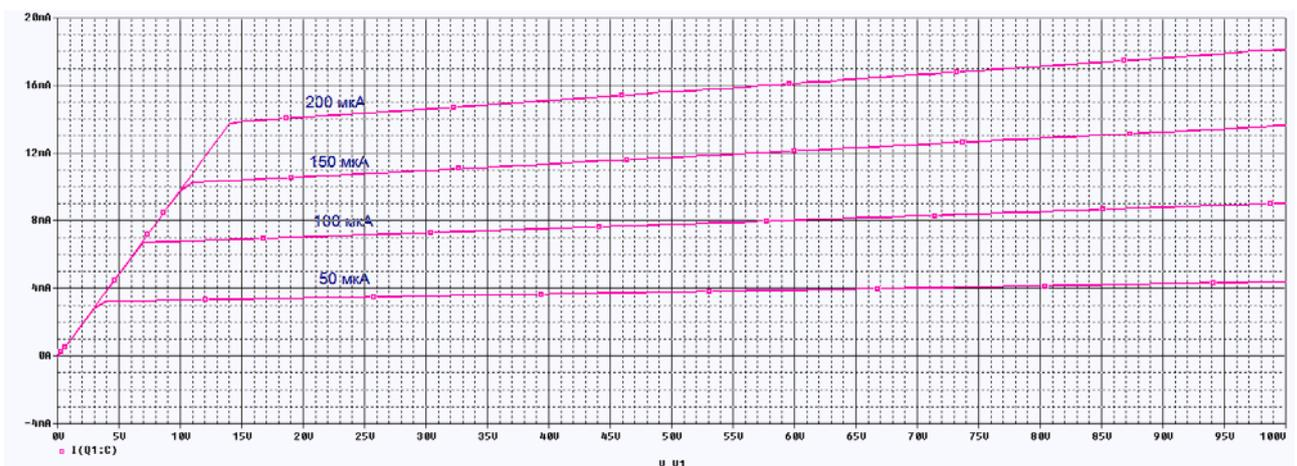

Рис. 1.59. Графики выходных характеристик
6. Сохраняем проект и включаем Run и в окне результатов получаем графики выходных характеристик и размечаем их (рис. 1.59).